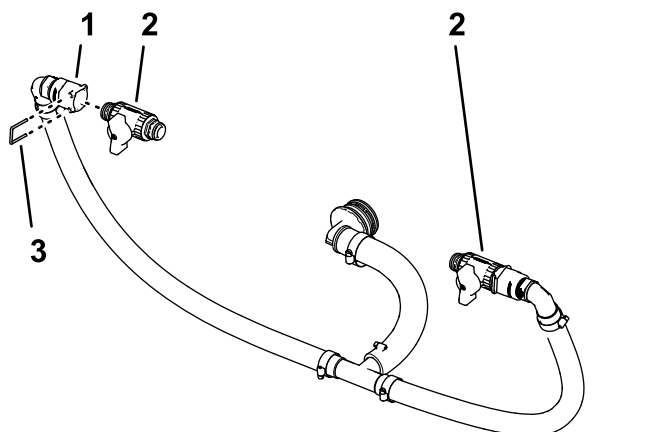

图91
1. 从在 组装旁通软管 \(页码 34\) 中组装的快速断开接头 图91 取下 2 个卡环。
2. 将切断阀装入快速断开接头槽 图91。